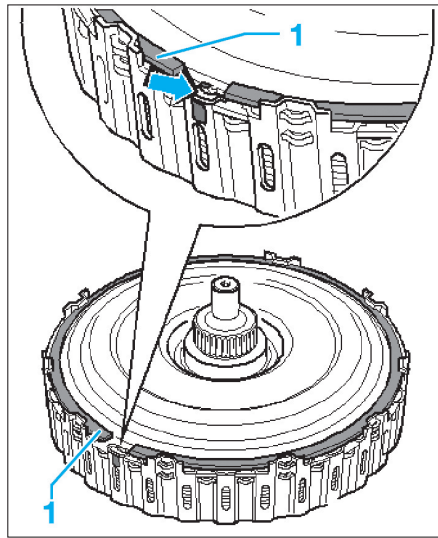

Fig. 10
- Bloquer le disque d'entraînement dans le support de disques extérieurs à l'aide de l'ancien circlip (1) de l'embrayage déposé (Fig.10).
- Contrôler que l'ergot du disque d'entraînement (flèche) est bien monté entre les dents repérées en couleur du porte-disques extérieur (Fig.10). Si le
- Retirer l'ancien circlip (1).
! L'ergot (flèche) du disque d'entraînement doit être positionné entre les dents repérées en couleur du porte-disques extérieur (Fig.10). Si les repères ont été apposés ultérieurement, veiller à les faire coïncider.